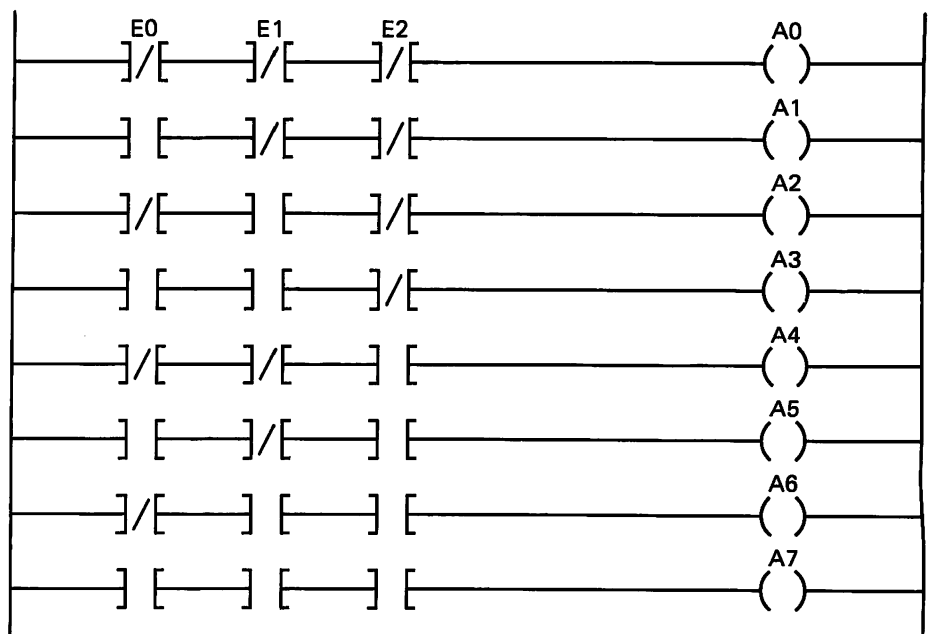

Bild F54.2
a) Den KOP zeigt das Bild F54.2.